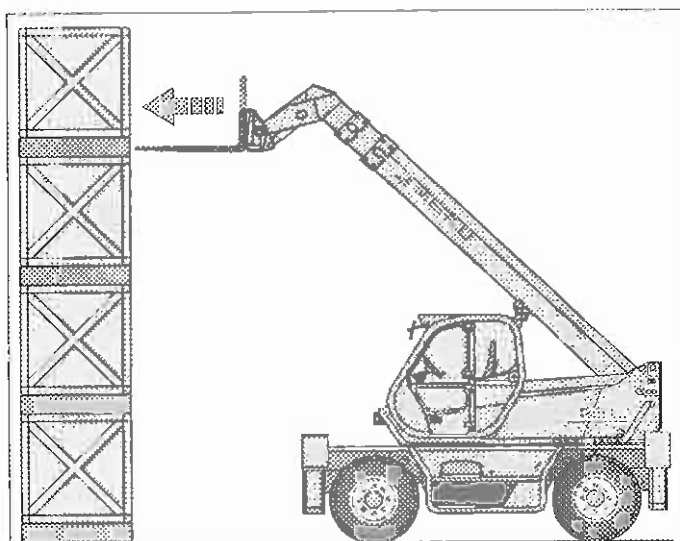

Fig.8
- die Gabeln in die Horizontale bringen und sich vorsichtig der Last nähern, indem der Teleskoparm so wenig wie möglich angehoben und ausgefahren wird oder, wenn erforderlich, durch langsames Vorwärtsfahren der Maschine (Abb.8)